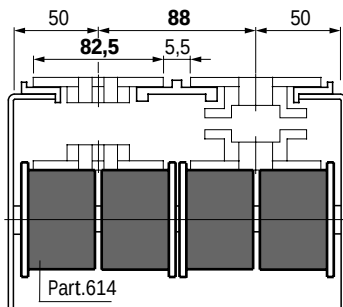

Fig. 57 - Chain width 82,5 mm (K 325) / Pitch 85 mm
- Use : see Fig. 57 - 58 - 59/a.